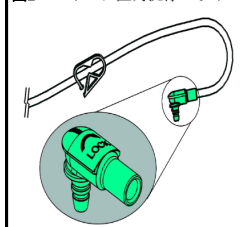

図3: バルーン 膨張ポート
2. MiniACE® ボタンを配置する前に、ルーアスリップ注射器を使用して、バルーン膨脹ポート（図3を参照）から、推奨される充填量の蒸留水または滅菌水でバルーンを膨らませます。推奨される充填量は表1を参照するか、デバイスのバルーン膨脹ポートの上に印刷されています。注射器を取り除き、バルーンをやさしく摘まんで漏れを点検し、バルーンが完全な状態であることを確認します。バルーンの対象性を確認するため、目視で検査します。測定された長さには当てはまるサイズ情報を確認します。監査後で、注射器を再挿入し、バルーンから水をすべて抜きます。
1. ルアースリップ先端注射器をバルーン膨張ポート (図3) に取付て、バルーンを収縮させます。